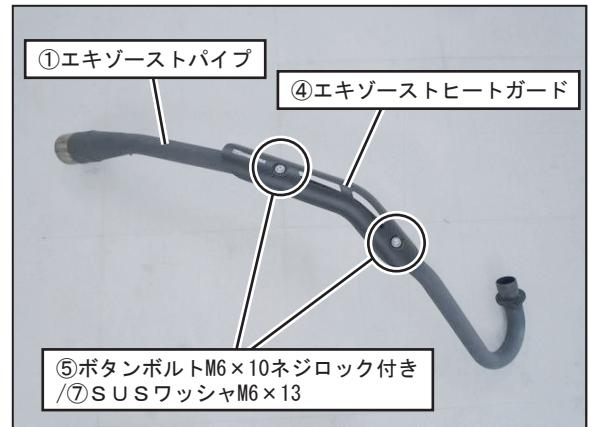

FIG. 4
5. ①エキゾーストパイプのナット部に④エキゾーストヒートガードを合わせ、⑤ボタンボルトM6×10ネジロック付き、⑦SUSワッシャM6×13を使用して規定トルクで締め付けて下さい。 (FIG. 4 参照)